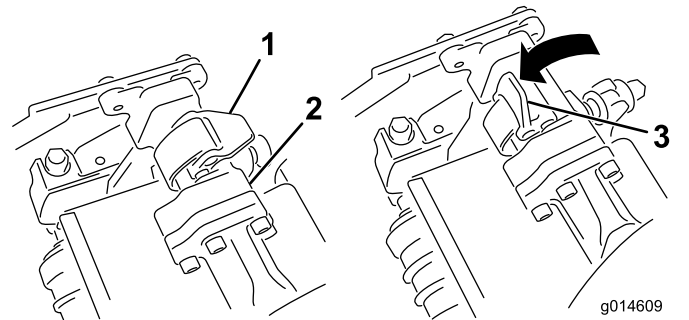
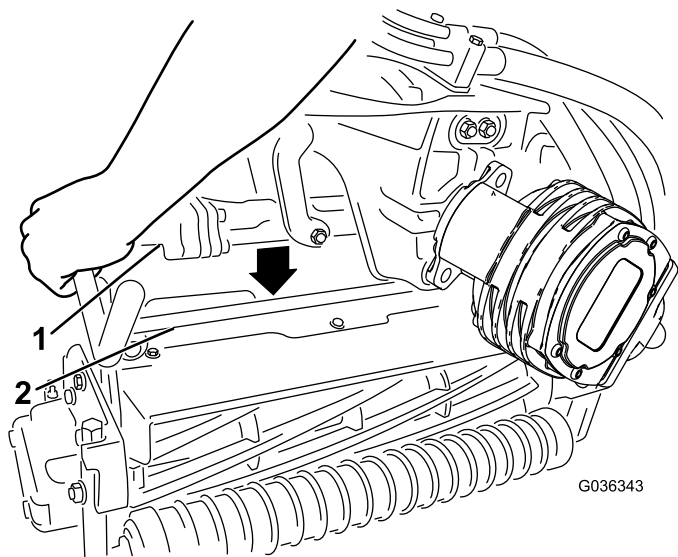

図 31
図 32
4. サスペンションアームのバーについているラッチを上向き開いた状態にして 図 31、サスペンションアームを押し下げて、バーを、カッティングユニットのバーの上に被せるようにする 図 32。
5. ラッチを下げて閉じるとカuttingユニットのバーがロックされてユニットがアームにセットされる 図 31。
5. 取り外したいカッティングユニットのサスペンションアームのバーについているラッチを開く(図 31)。